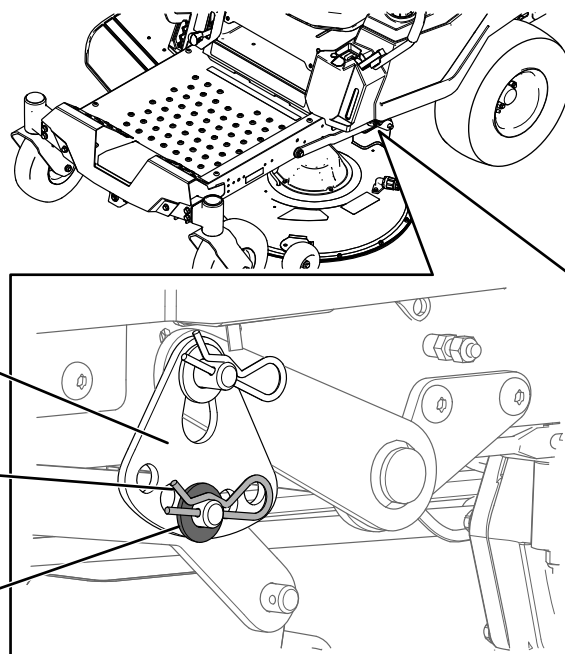

Figura 68
6. Rimuovete la coppia e la rondella dal perno del braccio di sollevamento inferiore (Figura 68).